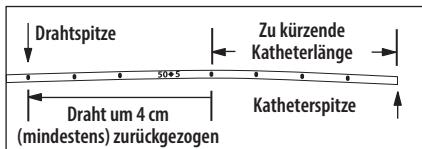

Abbildung 2
- Den Platzierungsdraht/Versteifungsmandrin durch das Septum zurückziehen, bis er mindestens 4 cm hinter der vorgesehenen Schnittstelle des Katheters liegt (siehe Abbildung 2).